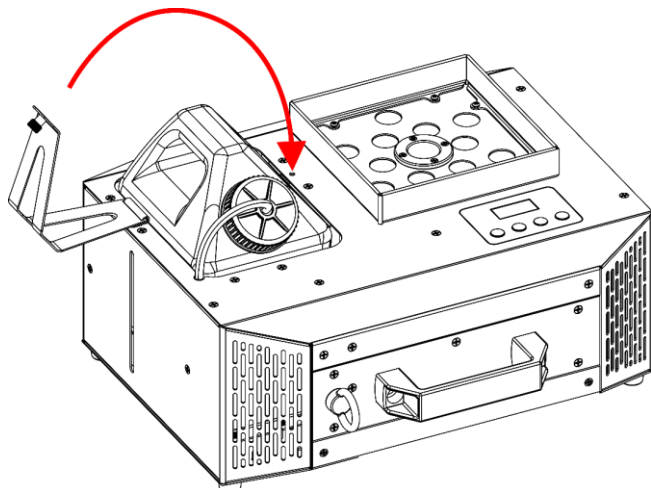

Fig. 46
- 11) Incline el **soporte del depósito de líquido (03)**, como se muestra en la Fig. 46.